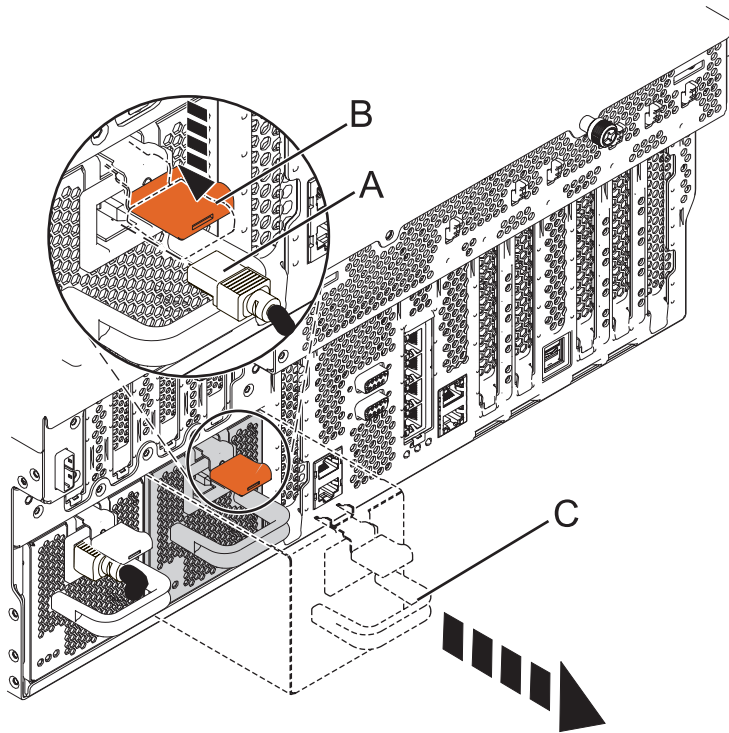

Figure 4. Retrait de l'alimentation électrique
5. Débranchez le câble d'alimentation **(A)** avant de l'alimentation électrique comme indiqué à la figure 4, à la page 6.
6. Appuyez sur le taquet de verrouillage **(B)**, comme indiqué sur la figure 4, à la page 6.